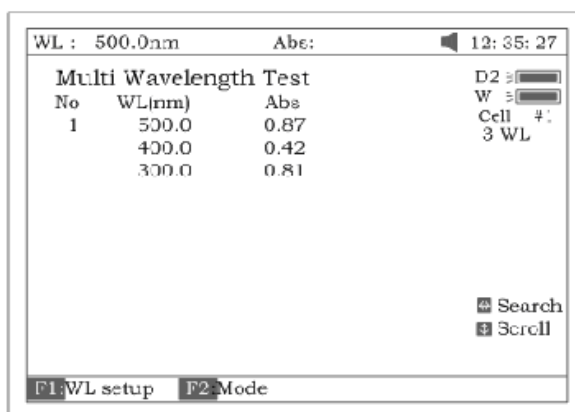

Рисунок 71
4. Установите кювету с пробой на пути луча, нажмите **[СТАРТ/СТОП]** для выполнения анализа. Результаты анализа будут выведены на экран (рис.71)